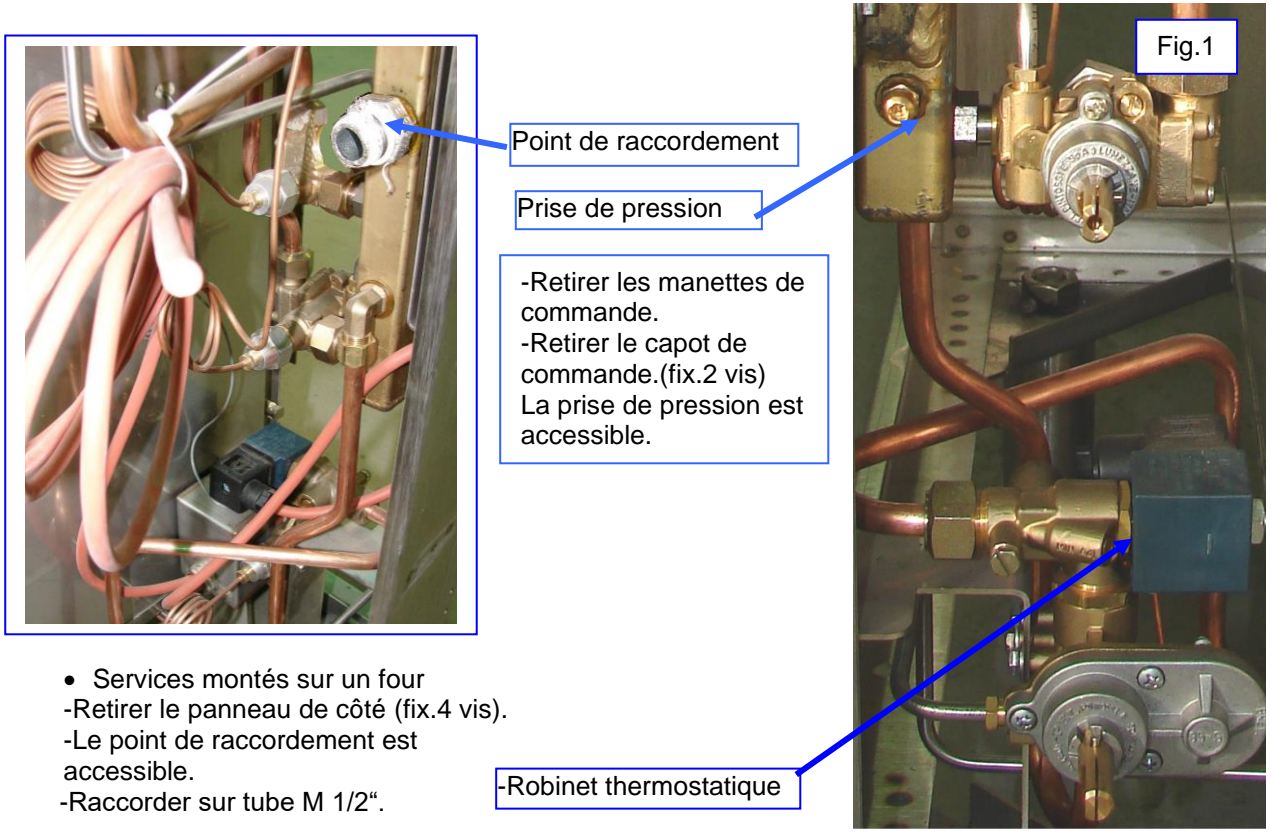
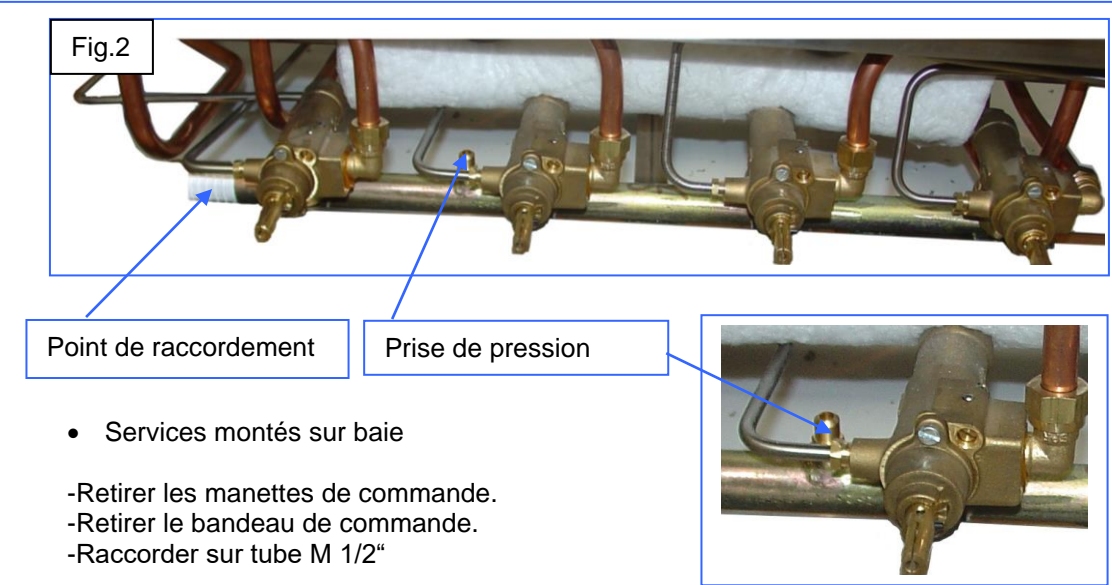

Fig.1
Fig.2
Deux vis de fixation sont accessibles par le dessus de la mitre, à droite et à gauche. (fig.1) et (fig.2)
Placer la mitre au-dessus de son logement, glisser les pattes de fixation sous le dessus, et repositionner les pattes en agissant sur les vis citées ci dessus. (fig.2)
- 1 Puissance mesurée sur pouvoir calorifique inférieur du gaz (HI) pour 1 brûleur.
- 2 Réglage d'air primaire mesuré suivant figure 1